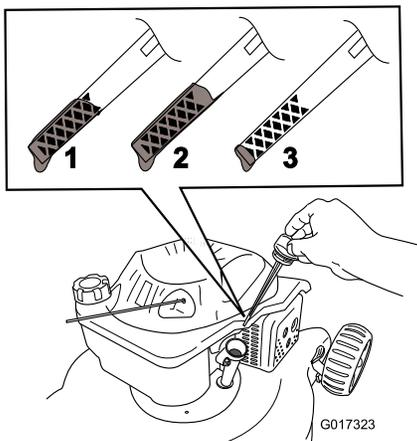

Bild 10
2. Ziehen Sie den Ölmesstab heraus (Bild 10).
3. Füllen Sie das Öl **langsam** in den Einfüllstutzen ein, um den Ölstand auf die Marke **Voll** am Peilstab anzuheben. Bild 10 **Füllen Sie nicht zu viel ein.** Max. Füllstand: 0,59 l des Typs: Waschaktives SAE 30 oder SAE 10W-30 Öl mit der Klassifizierung SF, SG, SH, SJ, SL oder höher durch das American Petroleum Institute (API).
1. Nehmen Sie den Peilstab heraus und wischen Sie ihn ab. Stecken Sie ihn dann ganz ein (Bild 10).
2. Nehmen Sie den Peilstab heraus und prüfen Sie den Ölstand (Bild 10). Wenn der Ölstand unter der **Nachfüll**-Marke ist, gießen Sie **langsam** Öl in den Einfüllstutzen, um den Ölstand auf die **Voll**-Marke am Peilstab anzuheben. **Füllen Sie nicht zu viel ein.** Max. Füllstand: 0,59 l des Typs: Waschaktives SAE 30- oder SAE 10W-30-Öl mit der Klassifizierung SF, SG, SH, SJ, SL oder höher durch das American Petroleum Institute (API).